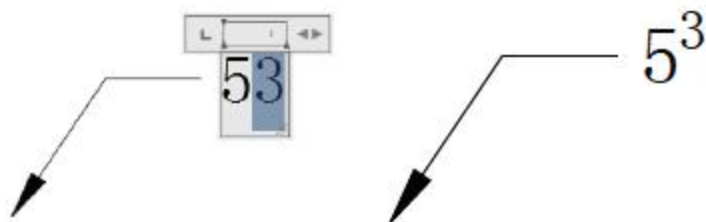

图5-108 添加【上标】格式
- 【上标】按钮：将选中的文字切换为【上标】格式，如图5-108所示。或者禁用【上标】格式。